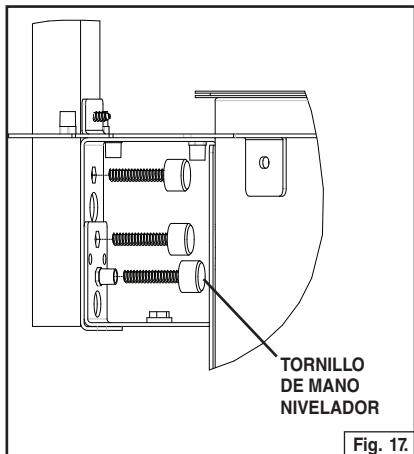

Fig. 17.
11. Nivele las dos unidades con la superficie de la parte superior de la cocina utilizando el tornillo de mano nivelador. Fig. 17.